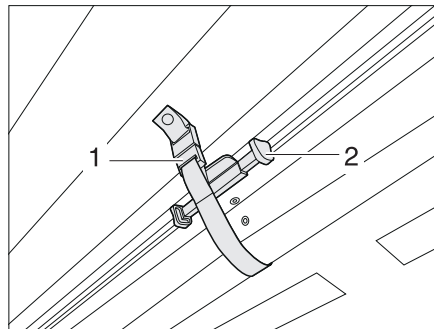

Fig. 74 Estor plegable de la luna delantera
- Soltar el cierre del lazo de seguridad (Fig. 74,1) en el estor plegable.
- Apretar el bloqueo (Fig. 74,2) en el tirador del estor plegable y tirarlo hacia abajo a la altura deseada.
- Regresar los estores plegables con el tirador cuidadosamente hacia arriba, hasta que engatille el bloqueo (Fig. 74,2).
- Asegurar el estor plegable con el lazo de seguridad (Fig. 74,1).
- Sujetar cada vez el tirador (Fig. 74,2) de los estores plegables a ambos lados de la luna delantera y tirarlos cuidadosamente hacia el centro de la luna delantera, hasta que el cierre magnético mantenga cerrado el estor plegable.